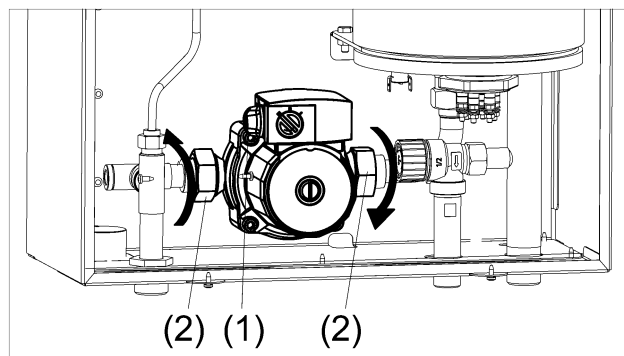

Рисунок 18. Замена циркуляционного насоса
- (1) Отсоедините провода, идущие от клеммника насоса.
- (2) Отверните резьбовые соединения трубопроводов (см. рис. 18).
- (3) Аккуратно извлеките насос.
- (4) Установите новый насос используя новый комплект уплотнительных колец.
- (5) Проверьте герметичность резьбовых соединений насоса.
- (6) Подсоедините провода к клеммнику насоса соблюдая полярность.